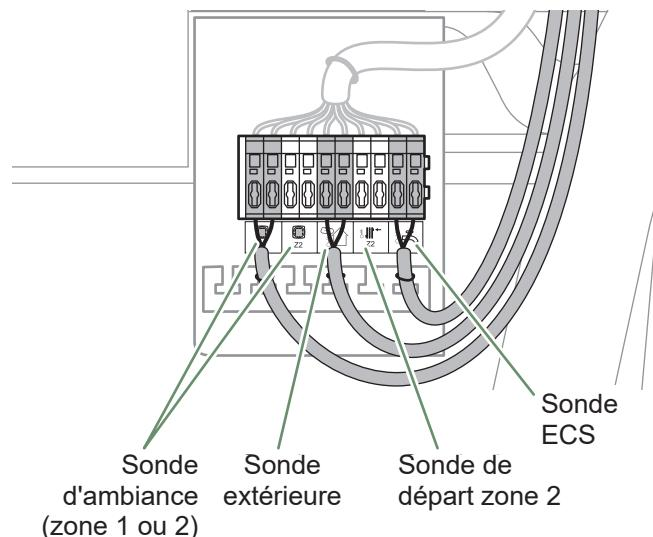

fig. 46 - Passage de câbles TBTS
Veiller à ce que tous les câbles électriques sont logés dans les espaces prévus à cet effet (*fig. 46*).
- Raccorder la sonde extérieure (*fig. 46*).
Raccorder la sonde ambiance 1 (*fig. 46*).
Raccorder la sonde ambiance 2 (*fig. 46*).